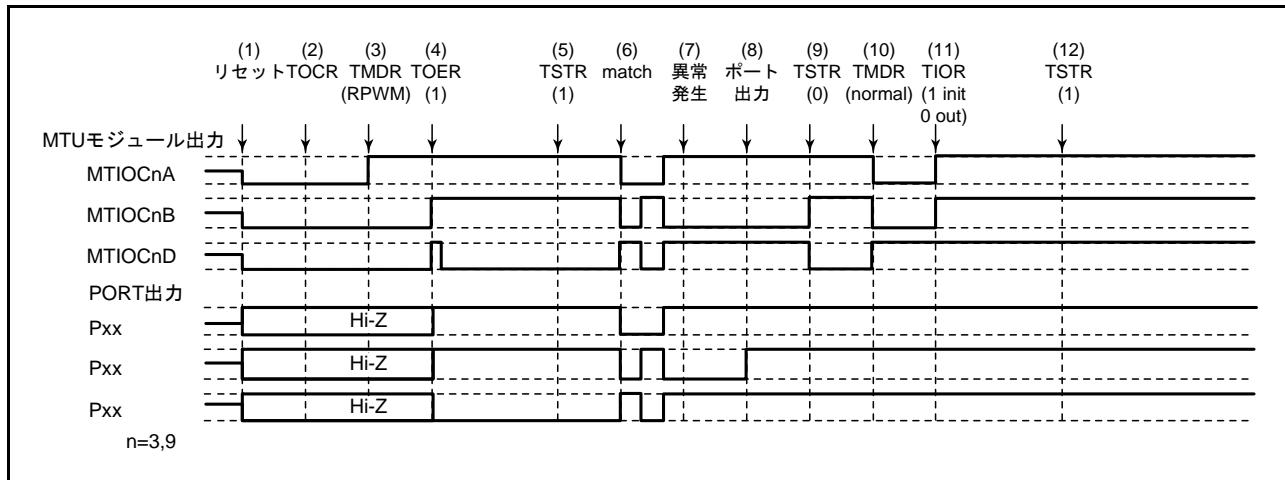

図 18.150 リセット同期 PWM モードで異常が発生し、ノーマルモードで復帰する場合
リセット同期 PWM モードで異常が発生し、再設定後ノーマルモードで再スタートする場合の説明図を図 18.150 に示します。
- (1) ~ (9) は図 18.150 と共通です。
- (10) PWM モード 1 を設定してください (MTU 出力は正相側が Low、逆相側が High となります)。
- (11) TIOR で端子を初期化してください (PWM モード 1 では MTIOCnB 側は初期化されません)。
- (12) TSTR で再スタートします。
(28) リセット同期 PWM モードで動作中に異常が発生し、相補 PWM モードで再スタートする場合の動作
- (10) TOER でチャネル 3、4（またはチャネル 9、10）の出力を禁止してください。
- (11) TOCR で相補 PWM の出力レベルと周期出力の許可禁止を選択してください。
- (12) 相補 PWM を設定します（MTU の周期出力端子は Low になります）。
- (13) TOER でチャネル 3、4（またはチャネル 9、10）の出力を許可してください。
- (14) TSTR で再スタートします。
(29) リセット同期 PWM モードで動作中に異常が発生し、リセット同期 PWM モードで再スタートする場合の動作
- (10) TSTR で再スタートします。
- (11) コンペアマッチの発生によりリセット同期 PWM 波形を出力します。